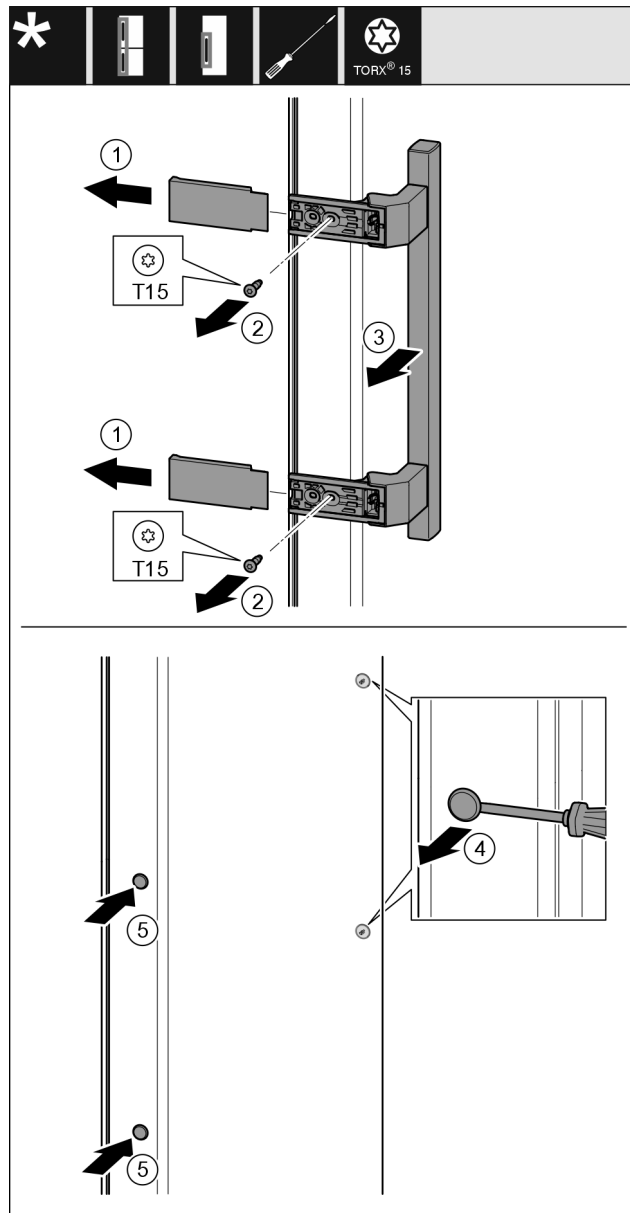

Fig. 23
- ▶ Снимите крышку Fig. 23 (1).
- ▶ Выкрутите винты Fig. 23 (2) отверткой.
- ▶ Снимите ручку Fig. 23 (3).
- ▶ Осторожно приподнимите шлицевой отверткой боковую заглушку Fig. 23 (4) и извлеките ее.
- ▶ Снова установите заглушку Fig. 23 (5) с другой стороны.